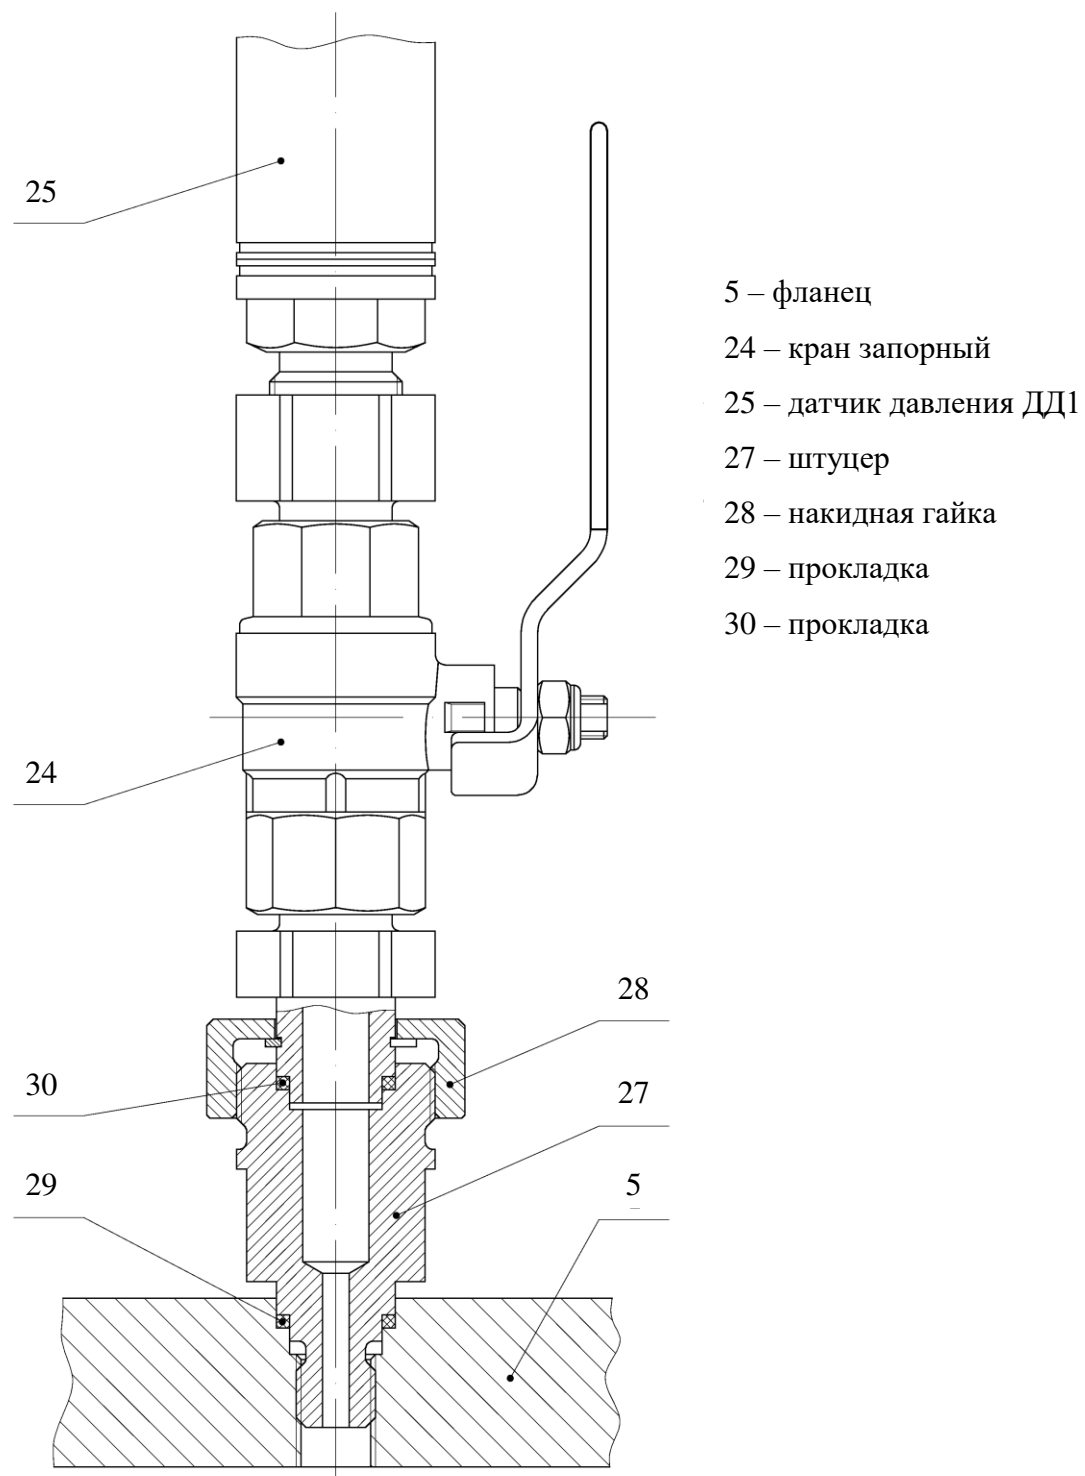

Рисунок 2.5 – Монтаж ДД1
- установить на фланец 5 (рисунок 2.5) в месте установки крана запорного 24 прокладку 29, входящую в комплект поставки и ввернуть во фланец 5 штуцер 27;
3.5 Для ППП1 КШЮЕ.407533.103-04, -05 отвернуть накидную гайку 28 от штуцера 27 (рисунок 2.5) и снять кран запорный 24 вместе с ДД1 25 (кран запорный 24 и ДД1 25 оставить в состыкованном состоянии). Вывернуть штуцер 27 из фланца 5.